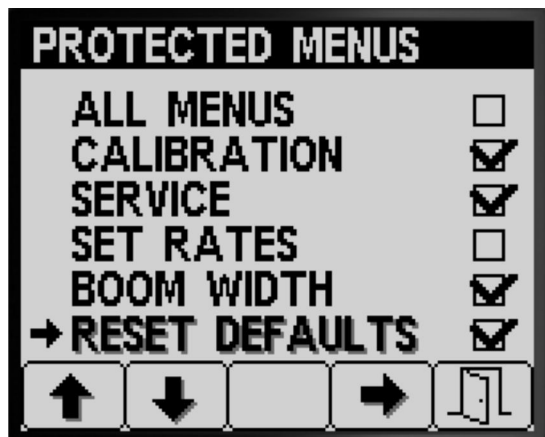

Figura 22
3. Premete il pulsante 1 o 2 per navigare fino all'opzione menu della quale volete modificare la protezione con codice PIN (Figura 22).
4. Premete il pulsante 4 per selezionare l'opzione menu (Figura 22).
6. Premete il pulsante 5 per salvare l'impostazione, uscire dalla schermata MENU PROTETTI e tornare alla schermata DISPLAY (Figura 22).